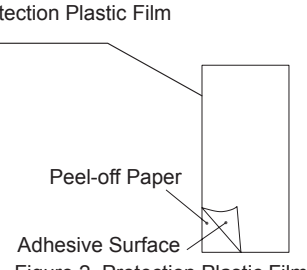

Figure 2. Protection Plastic Film
- 1.- Angiv mængderne på etiketten med uudsletteligt blæk: ① - Fabrikspåfyldning, ② - Ekstrapåfyldning, ③ - Samletpåfyldning & ④ t CO₂.
- 2.- Sæt det beskyttende klæbemærke (der leveres sammen med brugervejledningen) på. Se fig. 2.
1. Wpisujemy przy użyciu niezmywalnego pisaka dane odnoszące się do ilości czynnika chłodniczego w instalacji: ① - zład podany fabrycznie, ② - zład uzupełniony, ③ - zład całkowity oraz ④ CO₂ w tonach.
2. Zabezpieczamy etykietę F-gazową folią ochronną (znajdującą się w dołączonym do niniejszej instrukcji woreczku). Patrz: rys. 2.
- 1.- Укажите на этикетке количество хладагента, используя несмываемые чернила: ① - Заводская заправка, ② - Дополнительная заправка, ③ - Общая загрузка & ④ t CO₂.
- 2.- Наклейте на этикетку F-Gas Label защитную пленку (прилагается вместе с Руководством пользователя). См. Рис. 2